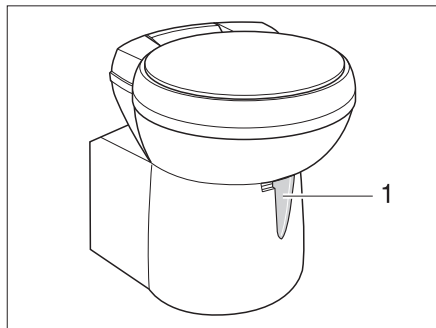

Fig. 103 Tazza del WC Thetford, orientabile
- ▶ Prima di tirare l'acqua, aprire il cursore della toilette Thetford. A tal fine spingere la leva del cursore (Fig. 103,1) in senso antiorario.
- ▶ Aprire il cursore. A tal fine spingere la leva del cursore (Fig. 103,1) in senso antiorario.
- ▶ Girare la leva del cursore (Fig. 103,1) in senso orario. Il cursore viene chiuso.